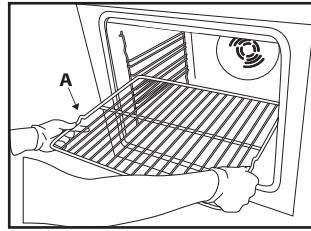

Abb. 1
- Schieben Sie den Rost mit dem erhöhten Teil „A“ nach oben waagerecht ein (Abb. 1).